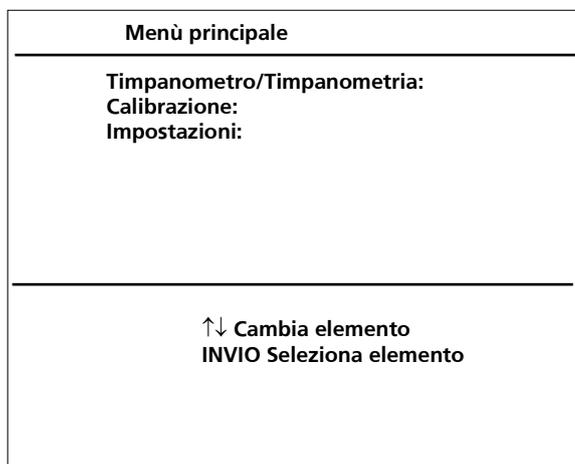
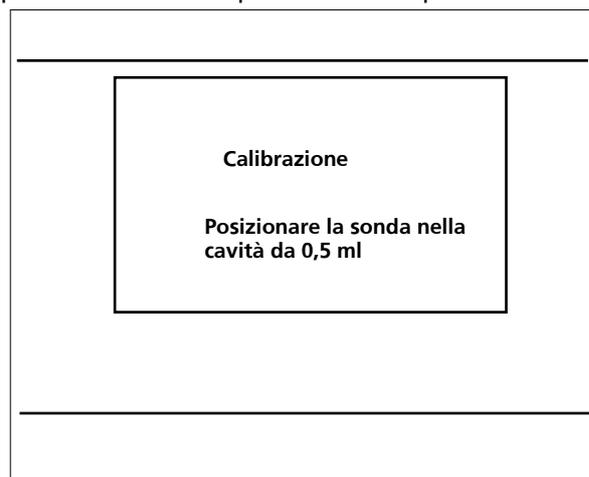

Figura 6 Visualizzazione del menù principale di Race Car Tympanometer
Figura 7 Visualizzazione di calibrazione di Race Car Tympanometer
Premere Menù ⑧ perché il Menù principale (figura 6) appaia sullo schermo LCD ⑤. Selezionare l'opzione Calibrazione del menù tramite il tasto Giù ⑩. Premere Invio ⑬ e seguire le istruzioni sullo schermo LCD ⑤, come indicato in Figura 7.